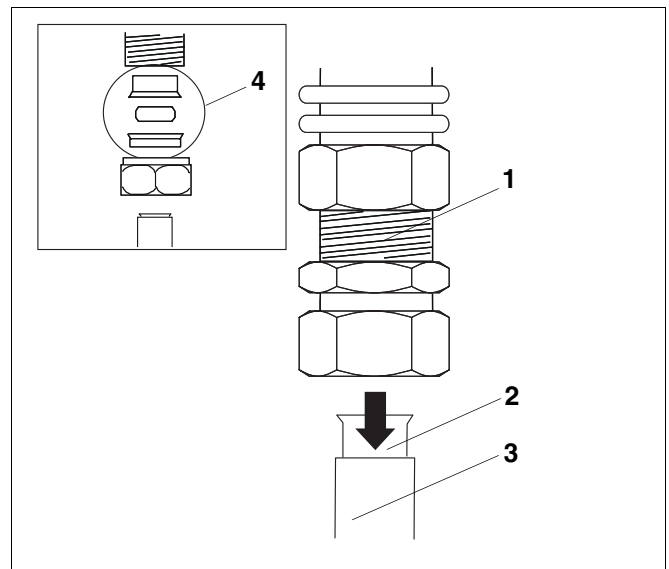

Abb. 6 Twin Tube 15-Rohr verschrauben
- Längen Sie die Twin Tube 15-Rohre (Abb. 6, **Pos. 3**) richtig ab, um diese 2–3 cm in die Klemmringverschraubungen (Abb. 6, **Pos. 1**) einschieben zu können.
- Führen Sie die Stützhülsen (Abb. 6, **Pos. 2**) in die Twin Tube 15-Rohre (Abb. 6, **Pos. 3**) ein.
- Schieben Sie die abgelängten Twin Tube 15-Rohre (Abb. 6, **Pos. 3**) vollständig bis zum Anschlag in die vorbereiteten Klemmringanschlüsse (Abb. 6, **Pos. 1**). Die Klemmringsätze 18 mm × 15 mm müssen die Twin Tube 15-Rohre vollständig umschließen.
- Kontern Sie die Überwurfmutter mit der Klemmringverschraubung (Abb. 6, **Pos. 1**) mittels eines geeigneten Schraubenschlüssels.